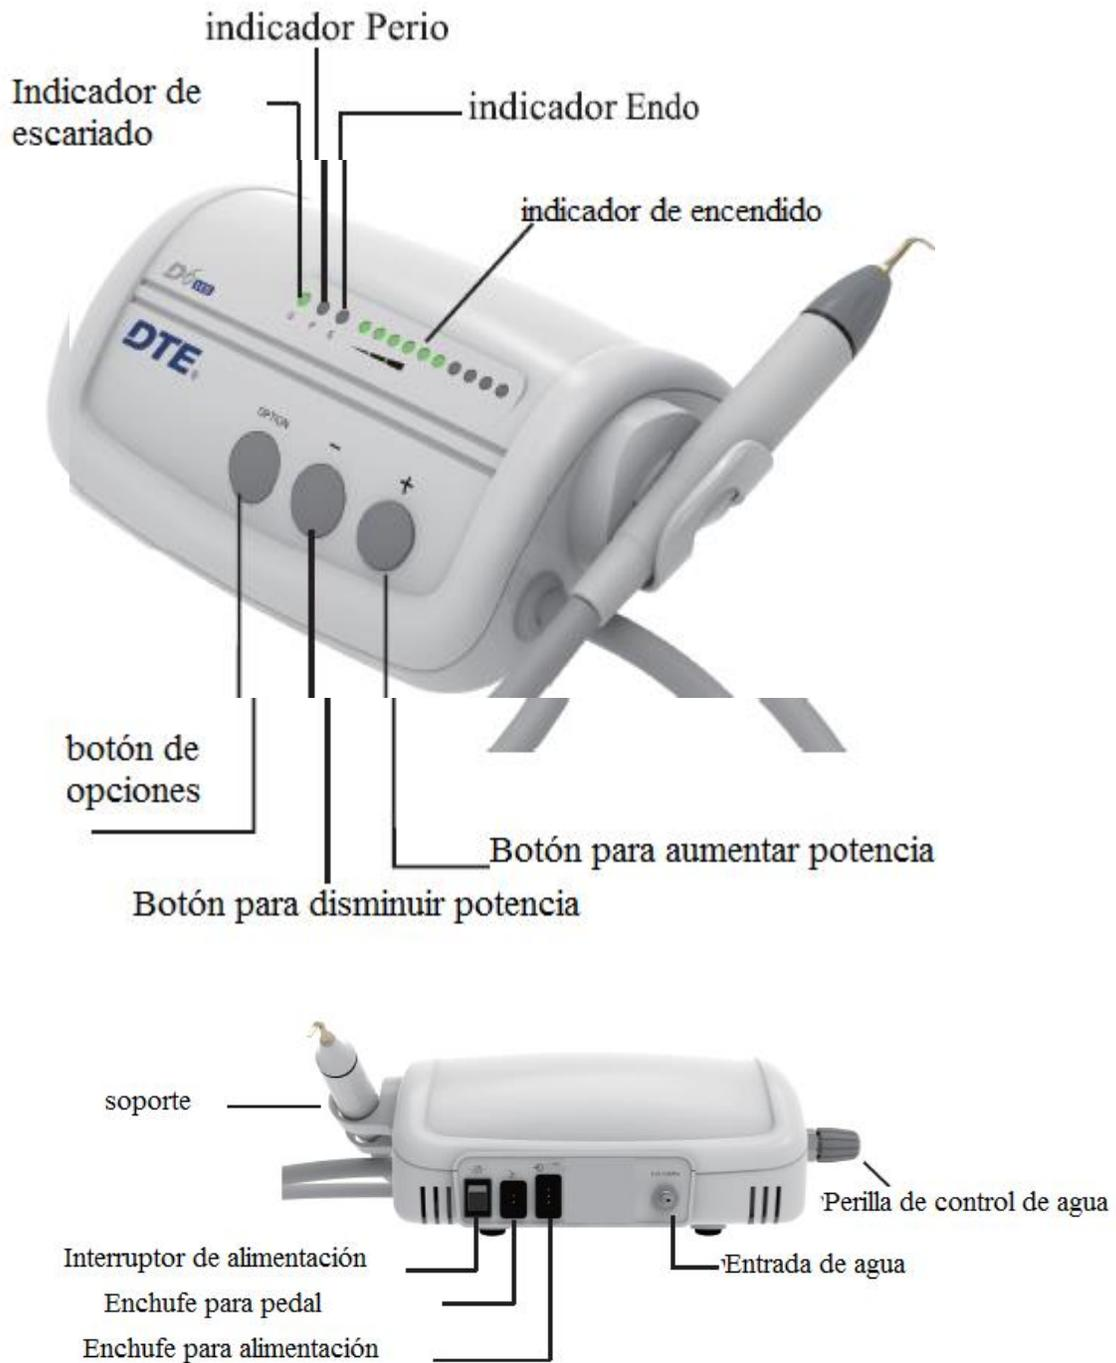

Figura 1
- a) El mapa guía para el panel frontal y trasero de la unidad principal se muestra en la figura 1